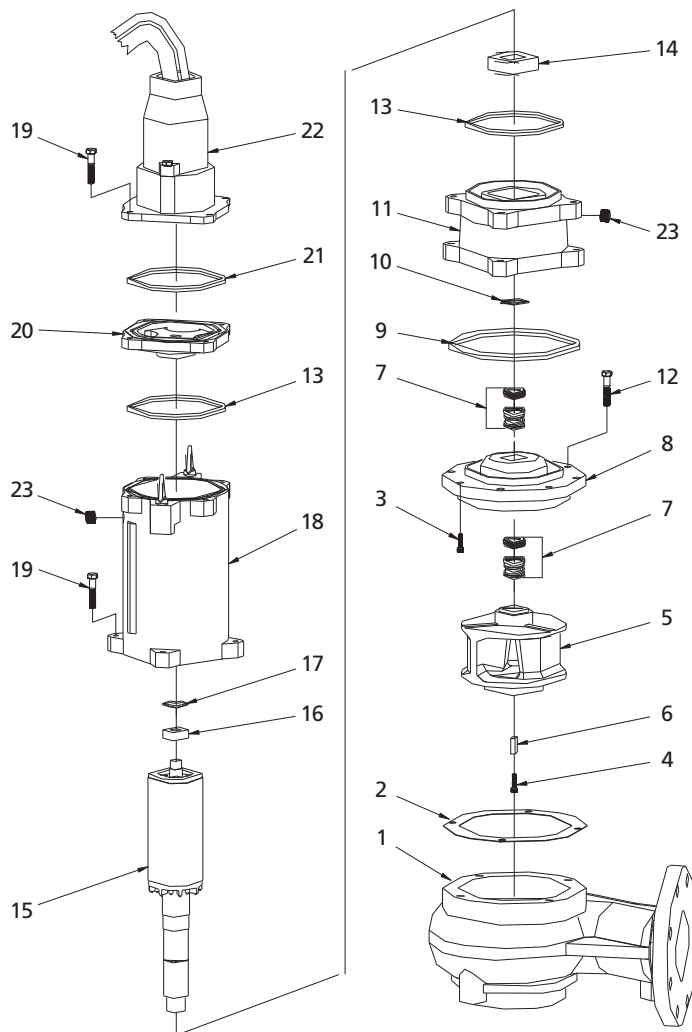

Figura 7- Las partes de reparación para la ilustración Modelos: 12U565 vía 12U576
Nota: Consulte la Figura 7 en la página 14 o Figura 8 en la página 18 para identificar los números de referencia durante los procedimientos de desmontaje y montaje.
2. Coloque la unidad hacia abajo en su lado. Si el sello inferior (Ref.No.7) debe ser eliminado, se recomienda que el aceite en la cámara del sello se drene. Esto se puede hacer quitando el tapón (Ref.No.23 en Figura 7, Ref. 21 pulgadas Figura 8), que está en la portada (Ref.No.11) y drenando el aceite en un recipiente que contiene.
2. Conecte primera el cable de tierra y luego al terminal verde de la tierra, que se proporciona en la cubierta de extremo (Ref.No.20 en figura 7, Ref.No.18 en figura 8), identificado como GED. Conexión a tierra DEBE hacerse a este terminal. No conecte el motor a suministrar energía eléctrica hasta que la unidad está permanentemente conectado a tierra; peligro de descargas eléctricas de otra manera sería o fatal puede ser causado.